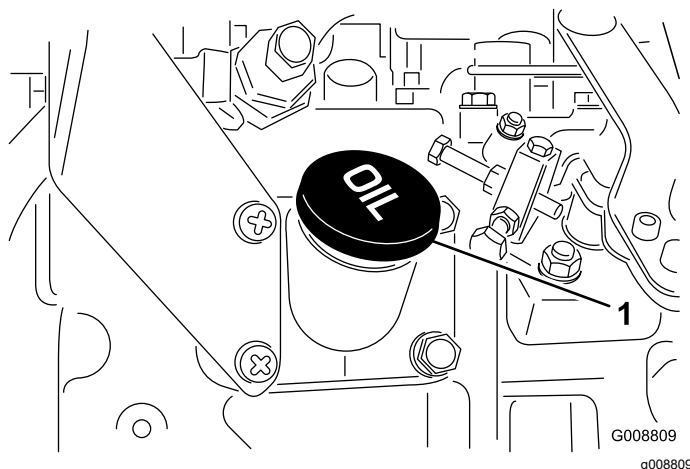

図 34
4. 不足している場合安全範囲よりも下は、補給管についているキャップ 図 34 を取り、Full 位置までオイルを補給する。入れすぎないこと。